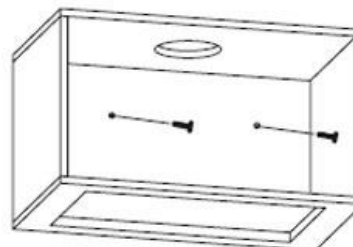

Рис. 4
2. После определения положения и высоты вытяжки закрепите два винта ST40*30 мм в корпусе сбоку от стены. Убедитесь, что левое и правое крепления могут висеть на шурупах в стене. Смотрите рис. 4.